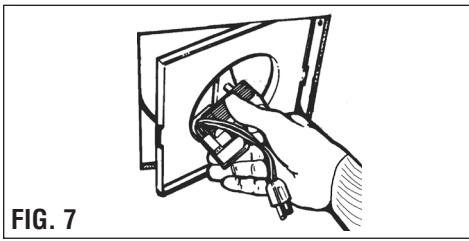

FIG. 7
7. Replace the motor plate at a slight angle into the two tabs. Press down on the opposite side until the single tab engages into the housing. Make sure it is secured (FIG. 7).
7. Réinstaller la plaque du moteur en l'inclinant légèrement, dans les deux pattes. Appuyer du côté opposé jusqu'à ce que la patte s'engage dans le boîtier. S'assurer qu'elle soit bien fixée (FIG. 7).